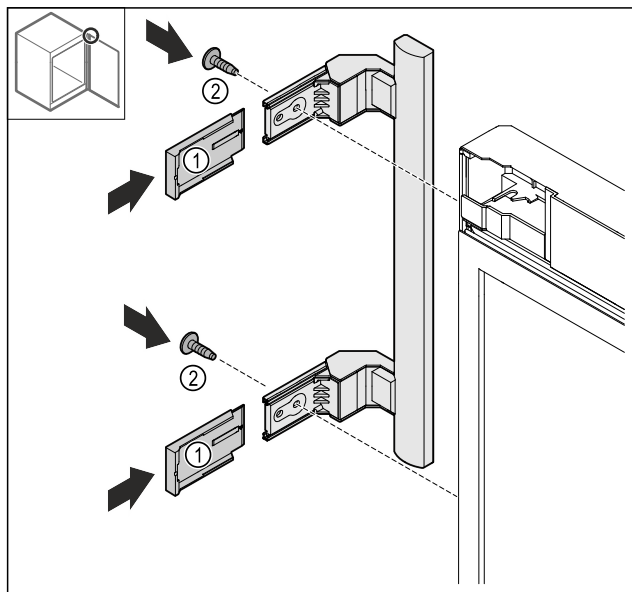

Fig. 25
- ▶ Skub afdækningerne Fig. 25 (1) på.